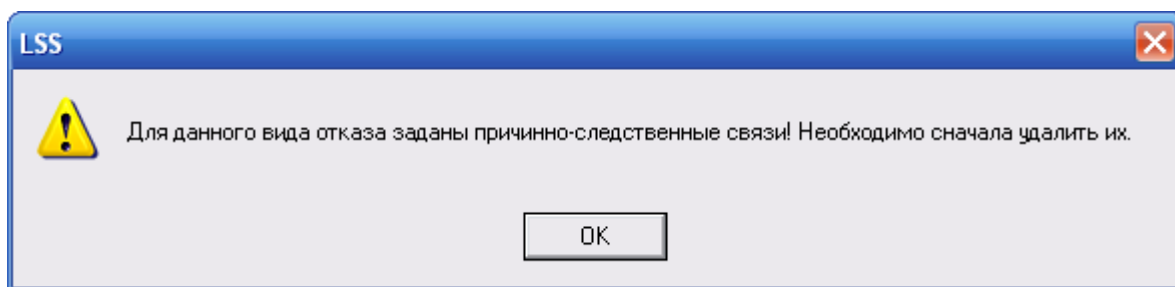

Рис. 7-38
5. Если вид отказа является причиной или последствием другого вида отказа, появится предупреждение, представленное на рис. 7-38. В этом случае удалить вид отказа нельзя, сначала нужно удалить все причинно-следственные связи этого вида отказа.